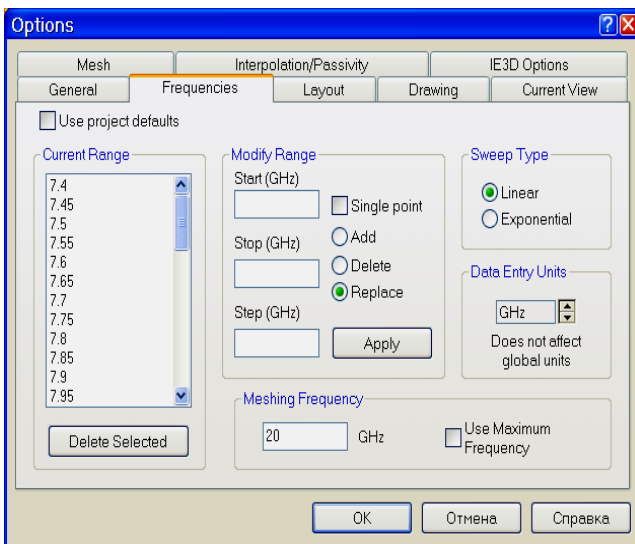

Рис. 20
2. Снова щёлкните правой кнопкой мышки по имени электромагнитной структуры и выберите Options. На вкладке открывшегося окна рис. 20 снимите отметку в Use Maximum Frequency и в поле Meshing Frequency введите 20 (эта частота должна быть не ниже максимальной